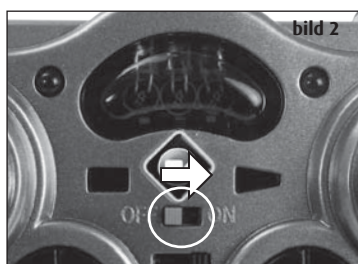

bild 2
3. Koppla på fjärrstyrningen, power-LED:n lyser rött (bild 2).